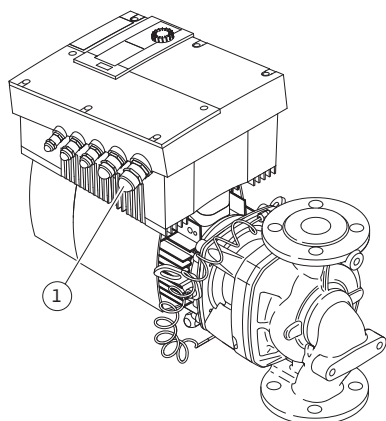

Fig. 30: Kabelio priveržiklis M25
- Maitinimo kabelis jungiamas per kabelio priveržiklį M25 (Fig. 30, 1 poz.).